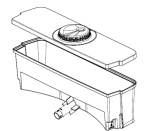

Figura 2.
D. Nivele su refrigerador usando las siguientes instrucciones: (figura 2)
2. Coloque el tanque sobre una superficie plana y retire la cubierta del mismo jalandola hacia arriba (Ver figura 2).